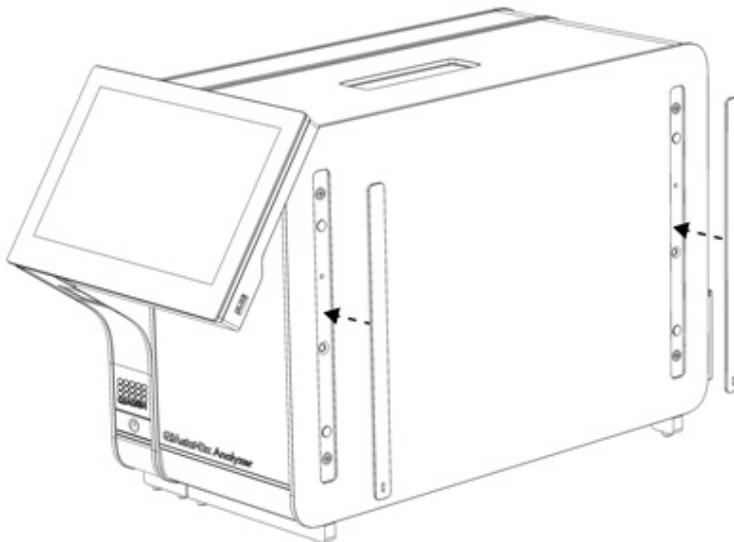

Abbildung 7. Wiederanbringen der Schutzabdeckungen.
4. Bringen Sie die Schutzabdeckungen wieder an der Seite des Analysemoduls an (Abbildung 7).